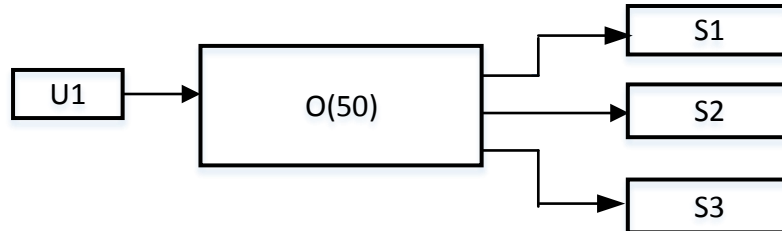

Рис. 2. Вариант 2 (Функциональная схема СМО)
2. Сгенерированные заявки (см. рис. 2) поступают в очередь конечной длины и обрабатываются на трех параллельных серверах: